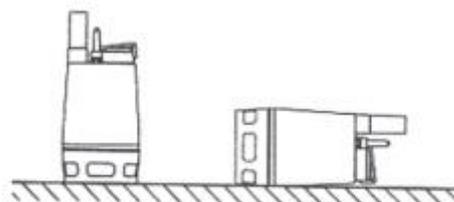

рис. 3
- Насос может эксплуатироваться в вертикальном и в горизонтальном монтажном положении, при котором напорный патрубок должен занимать наивысшую точку (рис.3)